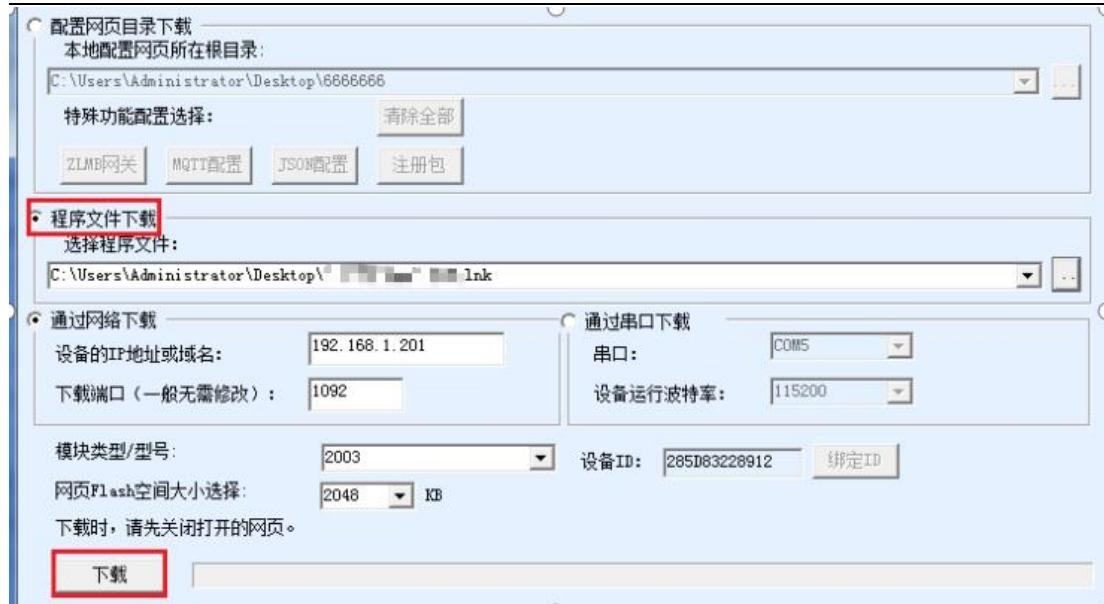

图 58 ZLAN5112 固件升级方法
- 3 如图 58 所示，选择“程序文件下载”单选项。在程序文件中，选择固件文件。串口服务器的 IP 地址部分已经自动填写好，无需再写入，模块类型/型号已经自动选择好。然后点击下载。